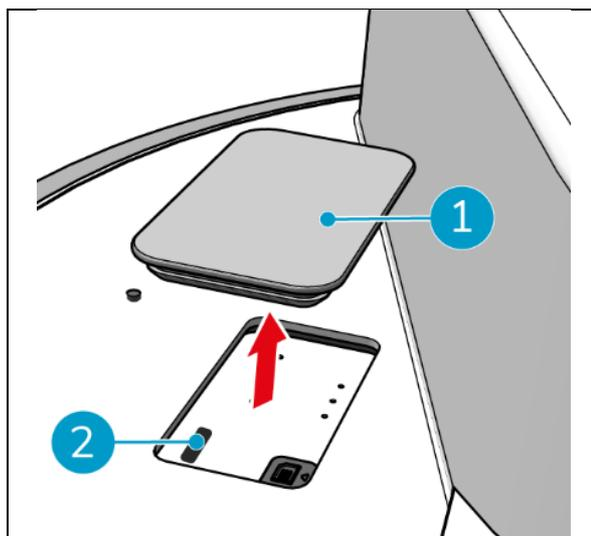

Figura 23
1. Retirar a placa de cobertura (Figura 23, pos. 1).
2. Abra a tampa de borracha da ranhura do cartão SIM (Figura 23, pos. 2).